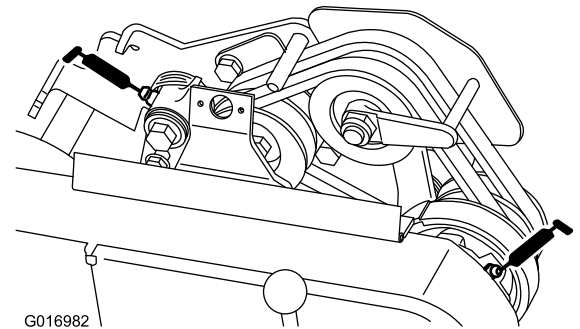

Bild 24
- 2 an den Riemenspanngelenken (Bild 24).